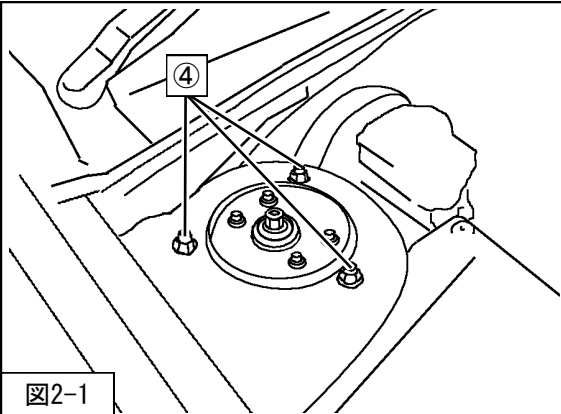

図2-1
④フロントサスペンションASSYアッパー取付ナットを車両に取付けてください。（図2-1）